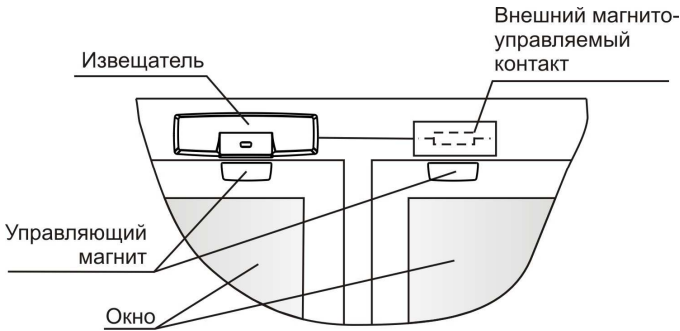
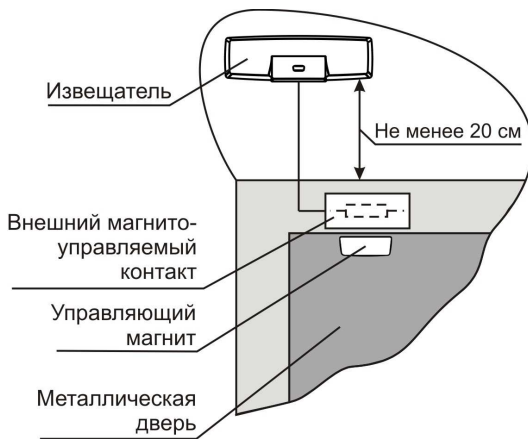

Рисунок 4
Рисунок 5
8.1.3 Вариант размещения извещателя на окне (рисунок 4).
8.1.4 Вариант размещения извещателя для блокировки металлической двери (рисунок 5).
<p>5 ИСПОЛЬЗОВАНИЕ ВНЕШНИХ МАГНИТУПРАВЛЯЕМЫХ КОНТАКТОВ</p> <p>а) Последовательно соединить провода внешних магнитоуправляемых контактов.</p> <p>б) Провести провода через выбранное отверстие в основании извещателя.</p> <p>в) Подключить провода к клеммнику винтовому</p> <p>д)</p> <ul style="list-style-type: none"> • Для контроля встроенного и внешних магнитоуправляемых контактов (рисунок 4) установить перемычки на вилки Int и Ext. • Для контроля только внешних магнитоуправляемых контактов (рисунок 5) установить перемычку на вилку Ext, снять перемычку с вилки Int.